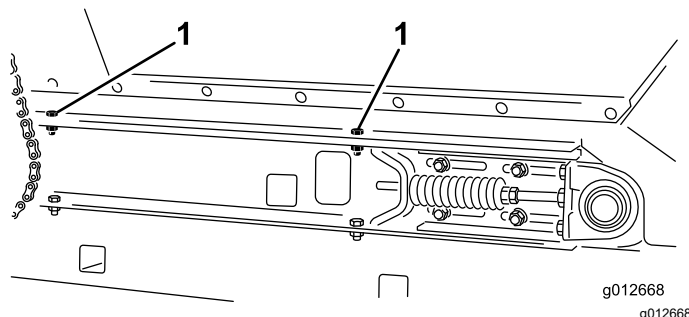

Figura 37
- A cada lado de la máquina, fije la tolva a los travesaños del bastidor deslizante (Figura 37) con los 2 tornillos, 2 arandelas y 2 contratuercas que retiró en Desmontaje de la plataforma deslizante (página 24).